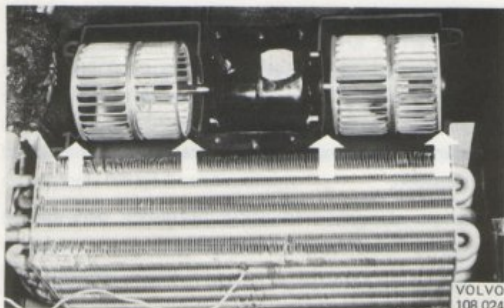

Bild 88. Fläktmotorn placeras så att ungefär lika stort spel erhålls mellan hjul och hus vid pilarna
14. Innan fläkthjulen dras fast på axeln, justeras de i axiell led så att lika stort spelrum finns till förångarhusets sidor (bild 88).